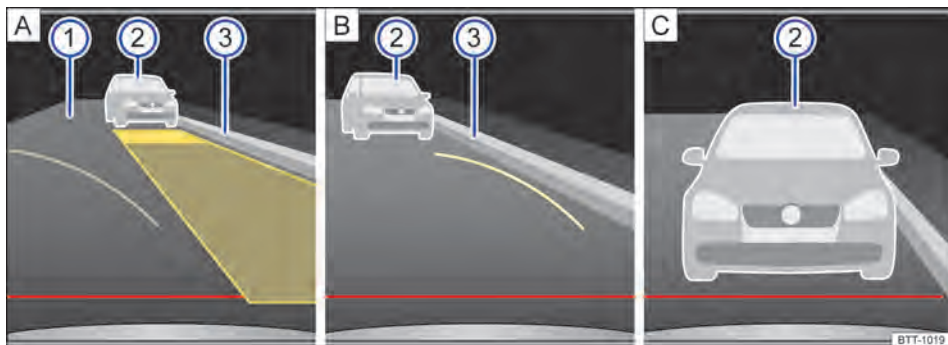

Fig. 197 Exibição do display do rádio ou do sistema de navegação: câmera de marcha a ré, modo 2 ligado.
Legenda para a representação esquemática Fig. 197:
6.	Se necessário, corrigir a posição o veículo, de modo que a superfície de auxílio amarela exibida coincida com a limitação lateral  da vaga selecionada (por exemplo, meio-fio) e termine antes de uma limitação traseira  , por exemplo, um veículo estacionado ⇒ Fig. 197  .